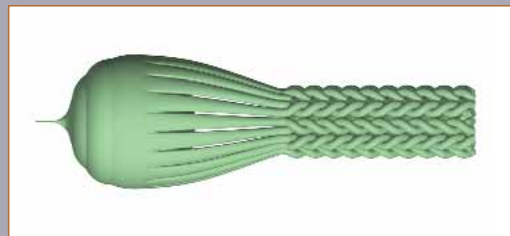

Рис. 1
При обтекании шара медленным потенциальным потоком симметрия линий тока вблизи него не нарушается, а пристенная часть потока не деформируется (течение Даламбера). Обтекание того же шара потоками с большими числами Рейнольдса сопровождается большими деформациями среды, в которую он помещен. На рис. 1 показана картина обтекания шара такими потоками. На ней схематично изображены области устойчивых течений (см. "Двигатель", № 2 (44) - 2006) сильно деформируемой среды.